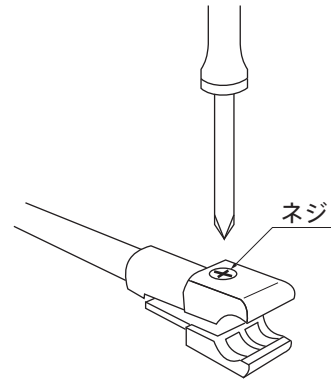

図2
- 全ての施工が終わりましたら、壁とのすき間全周（縦目地も含む）をシーリングしてください。（図2）
- ・ギャラリーレールにクロスギャラリーを取付けます。(図2、図3)